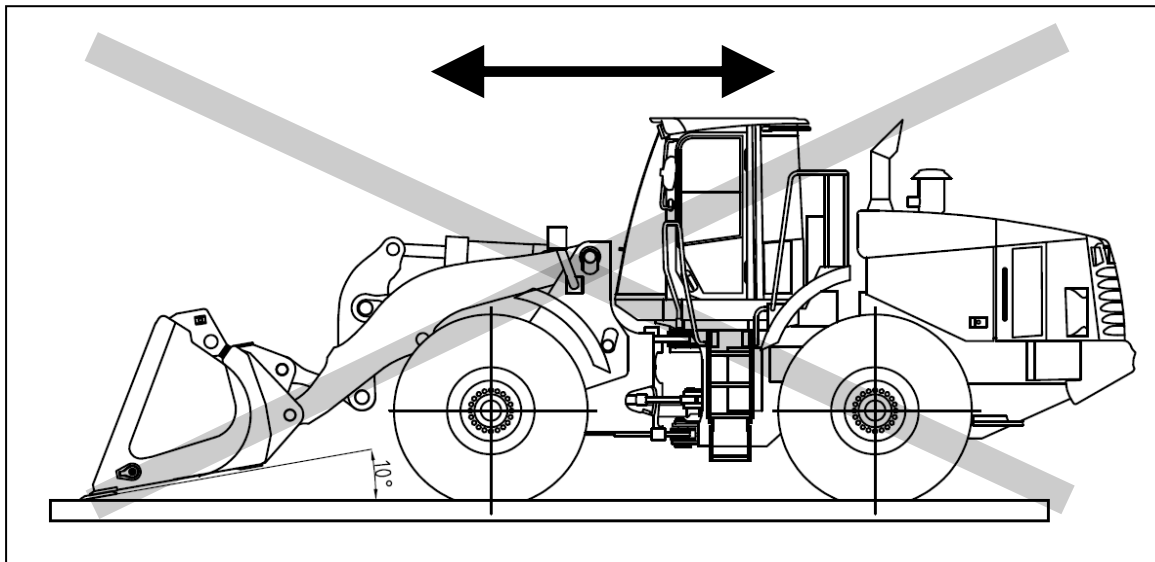

Abb. 6.1: Schaufelanstellwinkel größer 10°: Übermäßige Zugkraft ist zu vermeiden!
- Wenden Sie niemals übermäßige Zugkraft auf die Schneidkante an, wenn diese um mehr als 10° nach vorn gekippt ist (siehe Abb. 6.1). Nichtbeachtung kann zu Schäden am Anbaugerät führen.